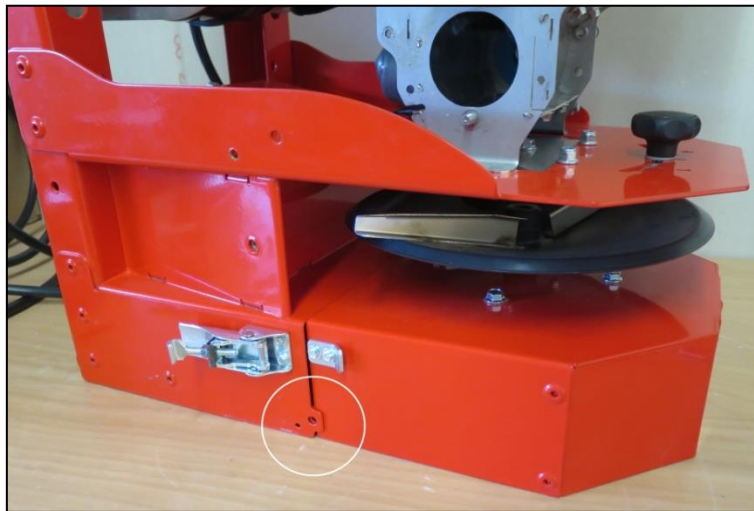

Abb.: 49
- Positionieren Sie den Tellerrahmen nun so zum Streugerät, dass sich die jeweiligen Bohrungen überlappen (in Abb.: 49 gekennzeichnet). Die beiden Laschen des Tellerrahmens befinden sich dabei an der Innenseite des Streugeräts.